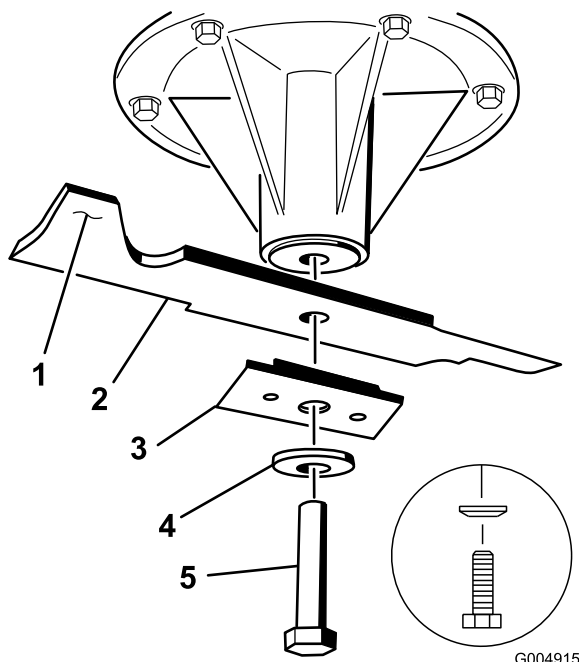

Figura 49
2. Retire del eje el perno de la cuchilla, la arandela curva, el refuerzo de la cuchilla y la cuchilla (Figura 49).
1. Instale la cuchilla en el eje (Figura 49).
Importante: La vela de la cuchilla debe apuntar hacia arriba y hacia el interior del cortacésped para asegurar un corte correcto (Figura 49).
2. Instale la cuchilla, el refuerzo, la arandela curva y el perno de la cuchilla (Figura 49).